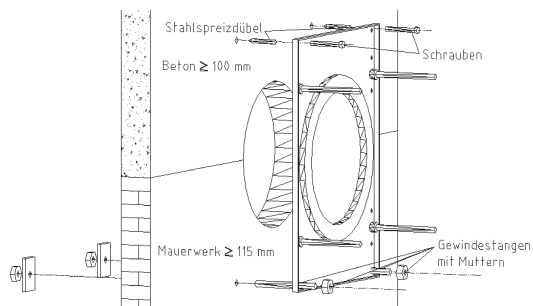

Abb. 6
- ⇒ Kontrollieren Sie, ob der FIRESAFE K90/R90 an einer planen Wand angebaut ist. Mauerwerk oder Betonwände dürfen keine Erhöhungen oder Versätze hinter der angebauten Montageplatte aufweisen (s. Hinweis Abb. 6, D-9). Wurde der Feuerschutzabschluß an eine unebene Wand angebaut, muß er von der Wand komplett demontiert werden. Bearbeiten Sie die vorgesehene Fläche entsprechend und montieren Sie das Gerät gemäß Anleitung anschließend an die 100 %ig plane Wand.